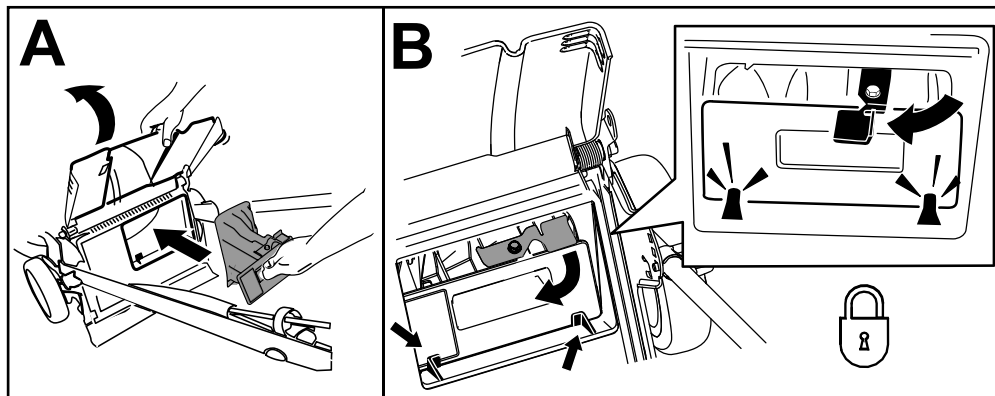

Figure 15
**Important:** Vérifiez que l'obturateur arrière est verrouillé en place. Pour verrouiller l'obturateur, relevez le déflecteur arrière (encadré A de la Figure 15), appuyez fermement sur l'obturateur jusqu'à ce qu'il s'enclenche en position derrière les pattes, et tournez le levier situé sur l'obturateur vers la gauche (encadré B de la Figure 15).